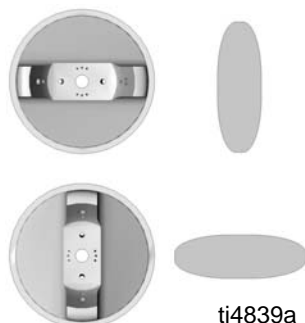

FIG.2
1. Roter luftmunstycket för att uppnå önskat sprutmönster. Se FIG.2.